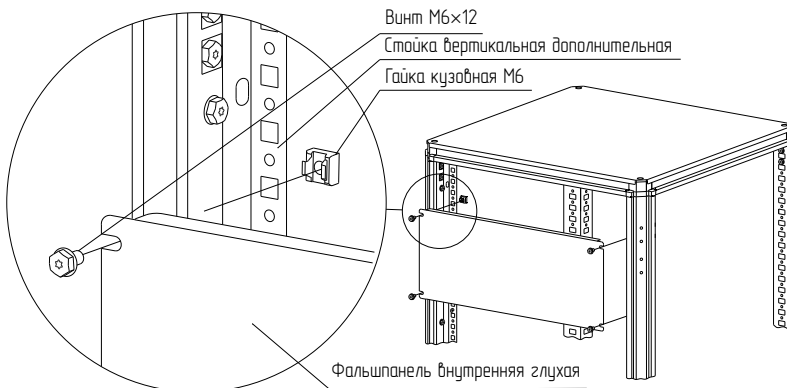

Рисунок 21
– вариант 2. Набором «закладная гайка М6 – винт М6×12 – шайба 6.4». Для этого предварительно установите закладные гайки в квадратные отверстия вертикальных дополнительных стоек и закрепите внутреннюю глухую фальшпанель винтами М6×12 с шайбами 6.4 (Рисунок 21). Момент затяжки – 7 Н·м. Набор крепежа приобретается отдельно.